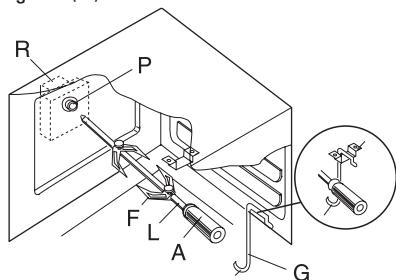

fig. 11
- Embrochez les aliments (L) et fixez-les solidement avec les crochets (F) de façon bien équilibrée. Voir fig.11.
- Enfoncez le tournebroche dans l'ouverture (P) du raccord et posez-le dans le crochet sur la face avant (G). Enlevez la poignée (A).